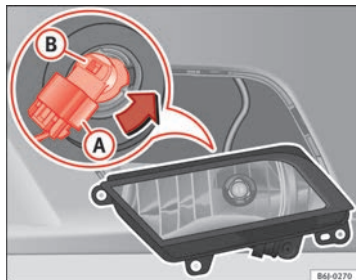

Fig. 142 Faro antiniebla
- Extraiga el conector ⇒ fig. 142 (A) de la lámpara.
- Gire el portalámparas ⇒ fig. 142 (B) a la izquierda y tire.